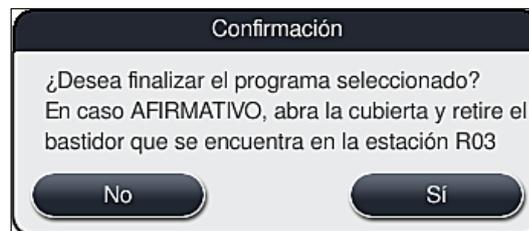

Fig. 93
- En el siguiente mensaje informativo (→ "Fig. 93"), pulse el botón **Sí** para confirmar la cancelación del programa o **No** para regresar a la indicación de estado de proceso.
Se debe seguir completamente la información del mensaje (→ "Fig. 93").